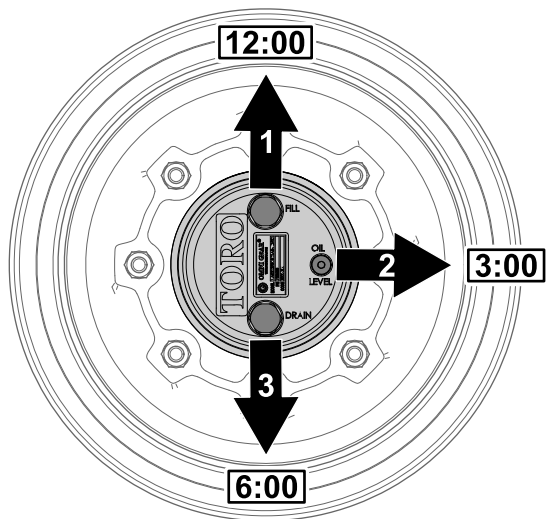

図 59
1. 水平な床面で、補給プラグが時計の 12 時の位置、点検プラグが 3 時、ドレンプラグが 6 時の位置を指すように駐車する 図 59。
2. 3 時の位置にある点検プラグを外す 図 59。
1. 水平な床面で、補給プラグが時計の 12 時の位置、点検プラグが 3 時、ドレンプラグが 6 時の位置を指すように駐車する 図 59 プラネタリギアオイルの点検 (ページ 51) を参照。